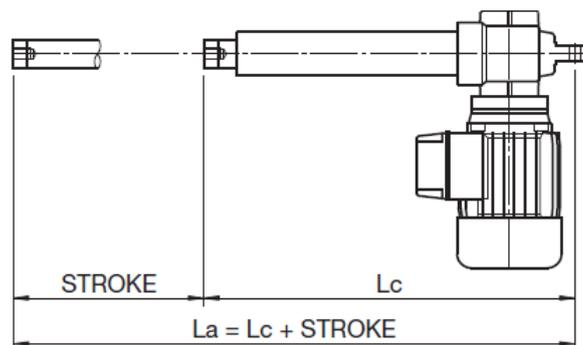

Abbildung 6.6 – Maße „Lc“ und „La“
- Die äußersten Ringpositionen auf dem Rohr bestehen aus den äußersten Hublängenpositionen "Lc" und "La" (siehe Abb. 6.6).
- Die Positionen der zwei Endschalter sind die äußersten Fahrpositionen Lc und La (siehe Abb. 6.6).
- Überprüfen Sie, ob die äußersten Maße „Lc“ und „La“ des Linearantriebs (siehe Abb. 6.6) mit den äußersten Maßen der Anlagenkomponente übereinstimmen, die bewegt werden soll.
- Fahren Sie den Linearantrieb vor dem Schmieren aus (La - siehe Abb. 6.6).